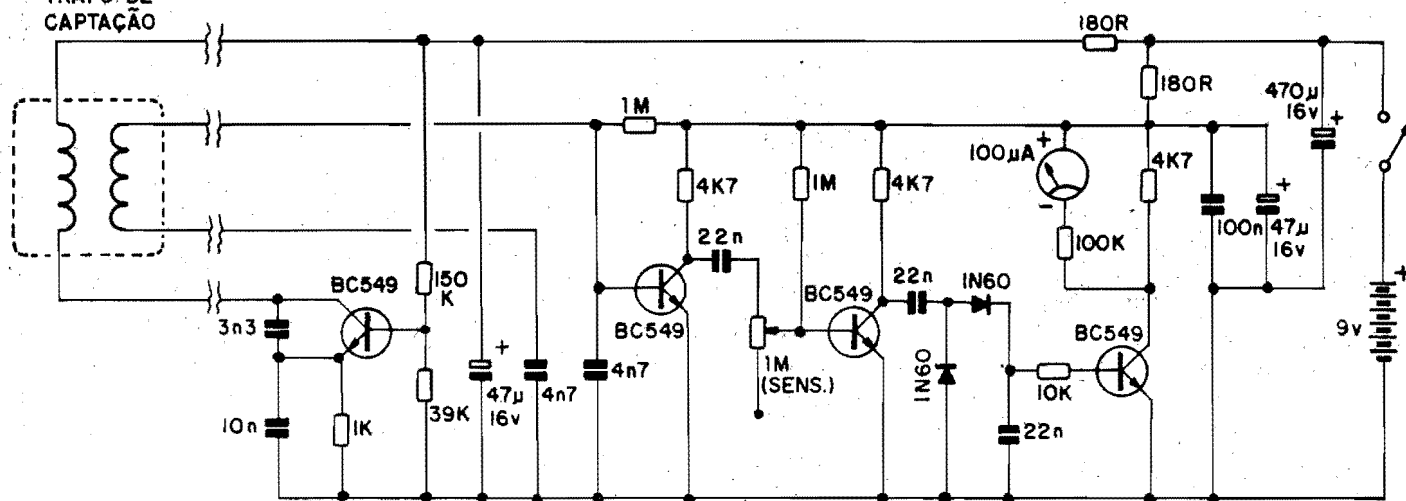

Fig.1
- FIG. 1 - O CIRCUITO - Só transistores, nenhum Integrado (o que contribui para facilitar a "vida" dos Hobbystas mais distantes, que às vezes encontram dificuldades na obtenção até dos componentes mais simples...). Vamos iniciar as explicações pelo próprio "transformador" de captação: são duas bobinas iguais e planas, que ficam, na instalação final, parcialmente sobrepostas, de modo que ocorra pouca interação magnética entre ambas (baixo acoplamento indutivo). Na presença de uma massa metálica, simplesmente ocorre uma "melhora" no acoplamento magnético entre ambos os enrolamentos, com o que mais energia pode ser indutivamente transferida de um para outro... Esse diferencial "positivo" de energia, é então avaliado e indicado pelo circuito! Uma das bobinas faz parte de um bloco oscilador simples, tipo Colpitt, centrado no primeiro BC549. Com os valores dos demais componentes (3N3 na realimentação coletor/emissor, 10n no desacoplamento, 1K no dimensionamento de Corrente de emissor, e 150K e 39K na polarização de base), a Frequência fundamental situa-se acima de 100KHz. Para boa estabilização, esse bloco é alimentado pelos 9V da bateria que energiza